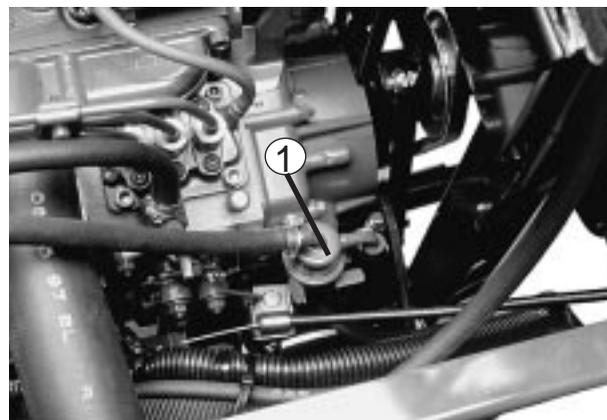

図 13
- 4．燃料噴射ポンプ（図13）のエア抜きネジを開けます。（12mmレンチ）